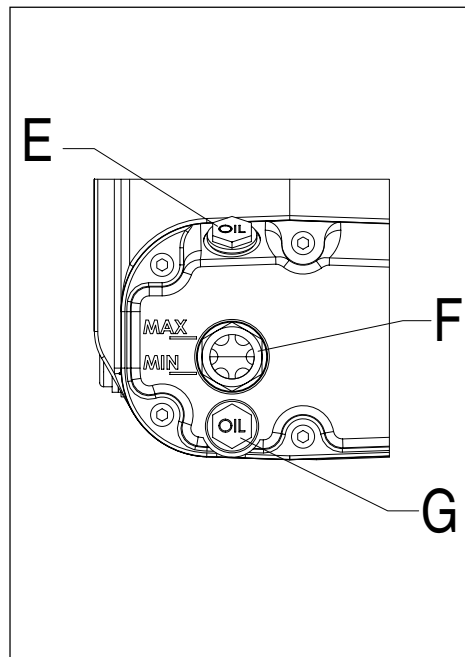

Fig.6
Eseguire il primo riempimento attraverso il tappo (E) sino alla metà dell'indicatore di livello (F) e richiudere il tappo (E) (fig.6).
Carry out the first filling up through the plug (E) up to the half of the sight glass (F) and close the plug (E) (fig.6).
Please refer to figure 6.